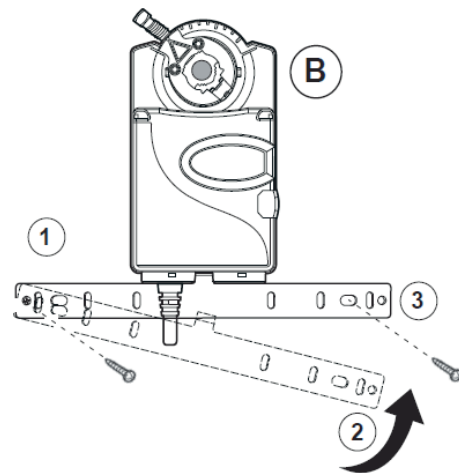

Figure 5 : Positionnement de la patte anti-rotation
5. Placez et vissez légèrement un côté de la patte anti-rotation sur la surface de montage. Faites passer la patte sous le moteur de manière à l'engager dans l'encoche prévue à cet effet. Vissez le deuxième côté de la patte dans sa position définitive (Figure 5).